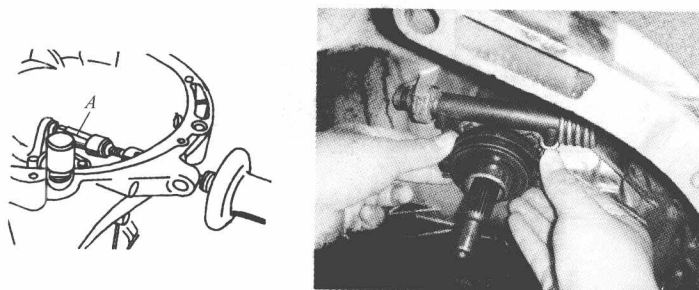

图 1-14 拆装分离轴承
6) 用  $A = 78.5 \sim 23.5\text{mm}$  的内拉头拉出分离轴承, 如图 1-14 所示。